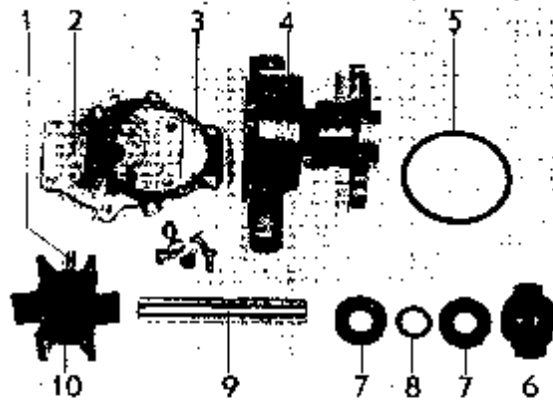

Abb. 51 Seewasserpumpe
1. Deckel der Seewasserpumpe ausbauen. Darauf achten, daß kein Wasser in das Boot eindringt. Mit Hilfe von zwei Schraubenziehern die Welle mit dem Pumpenrad so weit aus dem Gehäuse ziehen, daß die Schraube (1, Abb. 51), die das Rad hält, herausgeschraubt werden kann. Achtung! Einen Schutz unter den Schraubenziehern anbringen, so daß das Pumpengehäuse nicht beschädigt wird.
1. Seewasserpumpe ausbauen. Darauf achten, daß kein Wasser in das Boot eindringt. Mitnehmer abnehmen (6, Abb. 51).